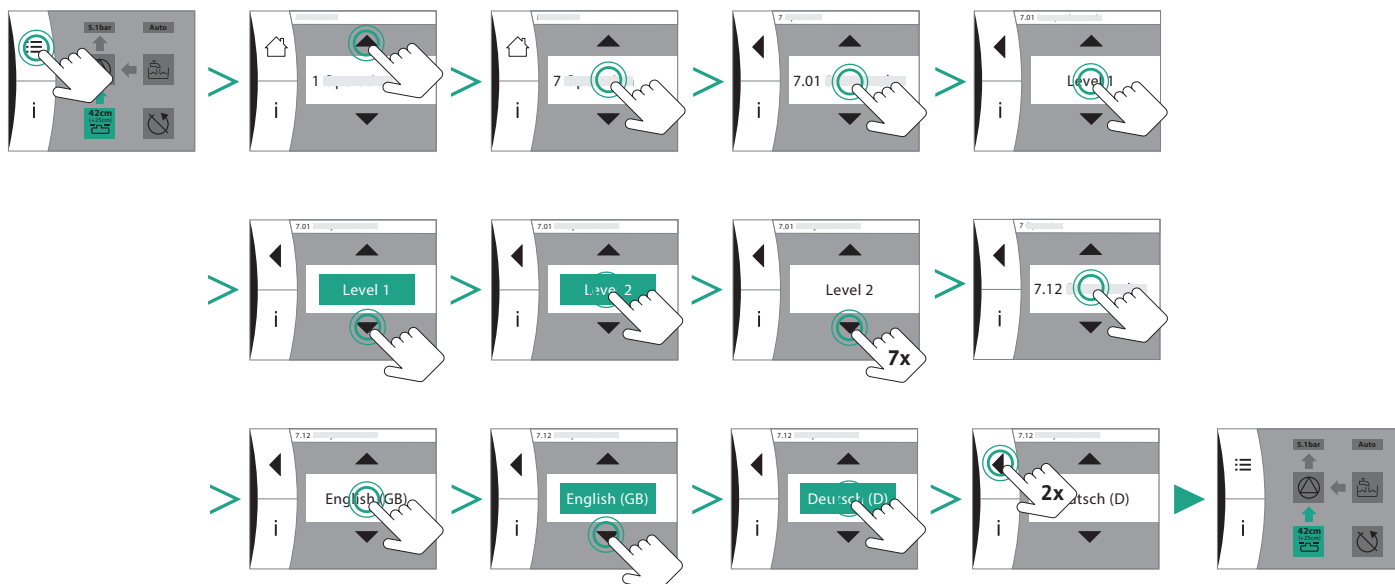

Fig. 23: Impostazione della lingua
7. Selezionare la lingua del menu desiderata (Fig. 23).